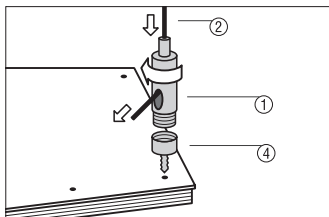
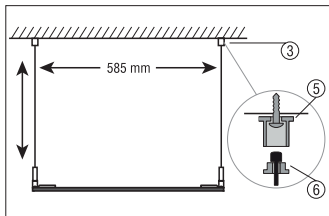

Рисунок 4.1
Рисунок 4.2
Установите 4 фиксатора троса по одному на каждый угол панели. Установите нижнюю часть фиксатора троса (4) на корпус панели с помощью винтов, как показано на *Рис. 4.1*. Соедините верхнюю часть фиксатора троса (1) с нижней (4). Вставьте трос в нижнюю часть держателя троса (6), *Рис. 4.2*. Нижний конец троса вставьте в фиксатор, предварительно нажав на стержень зажима, расположенный на конце фиксатора и протяните трос через верхнее отверстие фиксатора, *Рис. 4.2*. Пропустите трос через отверстие нижней части держателя и соедините обе части. Подготовьте 4 отверстия в потолке на расстоянии 585 мм между центрами. *Рис. 4.2*. Закрепите 4 верхние части держателя троса (5) на потолке при помощи саморезов.